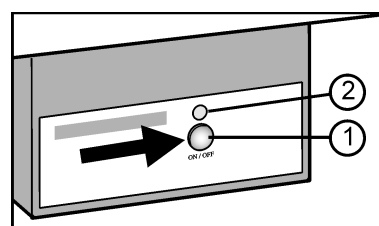

Fig. 7
- ▶ Presione la tecla On/Off Fig. 7 (1) hasta que el LED Fig. 7 (2) se ilumine.